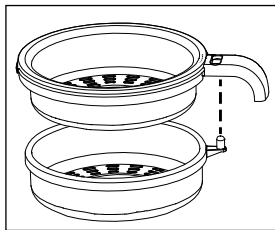

Abb. 1
- ◆ Setzen Sie den Siebaufsatz **4/5** zusammen. Legen Sie die beiden Teile dazu so übereinander, dass der Regler **6** durch die entsprechende Öffnung des Oberteils **4** ragt (Abb.1). Drücken Sie beide Teile zusammen, bis sie einrasten.